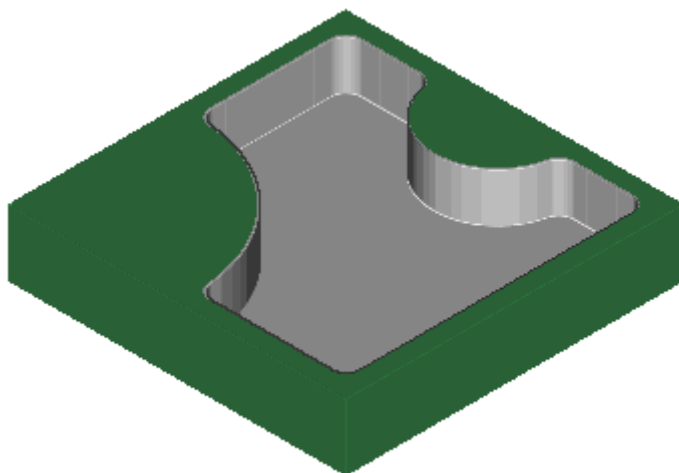

图 8-55
- 单击 ，验证刀轨，结果如图 8-55 所示，侧面余量均匀，单击 OK。